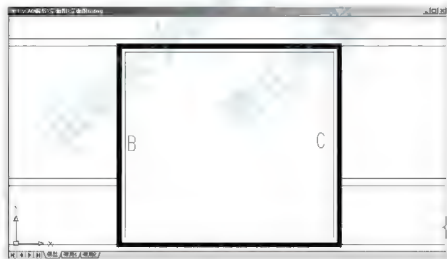

图 4.25 立面门的门框
(1) 设置【门窗】图层为当前层, 用【窗口缩放】命令将首层的门洞口放大至如图 4.25 所示的状态。
(2) 用【偏移】命令将门洞口线向内偏移 80mm, 并用【分解】命令将其分解。由于门框没有下边框, 所以需将最下面的线删除, 结果如图 4.25 所示。